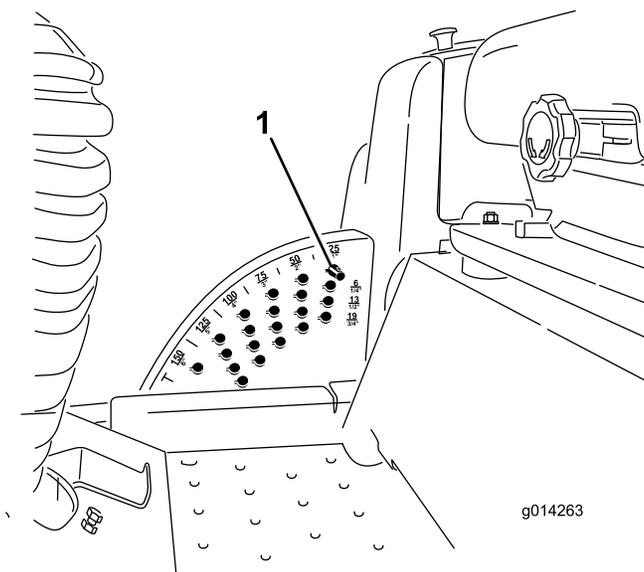

Figura 18
Nota: Per bloccare il piatto di taglio/l'accessorio in posizione sollevata, sollevatelo oltre la posizione di 15 cm, togliete la spina di fermo dell'altezza di taglio (vedere Regolazione dell'altezza di taglio) e inseritela nella posizione dell'altezza di taglio di 15 cm (Figura 18).
1. A motore acceso, tirate indietro l'interruttore di sollevamento del piatto di taglio fino a sollevare completamente il piatto e **rilasciate immediatamente l'interruttore** (Figura 18).
2. Per eseguire una regolazione, girate la spina di arresto fino a quando la protuberanza sulla medesima non si trova allineata con gli intagli previsti nei fori della staffa dell'altezza di taglio, quindi rimuovetela (Figura 18).
3. Nella staffa dell'altezza di taglio scegliete un foro corrispondente all'altezza di taglio richiesta, inserite la spina e bloccatela per mantenere questa posizione (Figura 18).
Nota: Vi sono quattro file di fori di posizionamento (Figura 18). La fila superiore fornisce l'altezza di taglio elencata sopra la spina. La seconda fila fornisce l'altezza elencata più 6 mm. La terza fila fornisce l'altezza elencata più 12 mm. La fila inferiore fornisce l'altezza elencata più 18 mm. La posizione di 15,8 cm ha un solo foro, situato nella seconda fila, che non aggiunge 6 mm alla posizione di 15,8 cm.